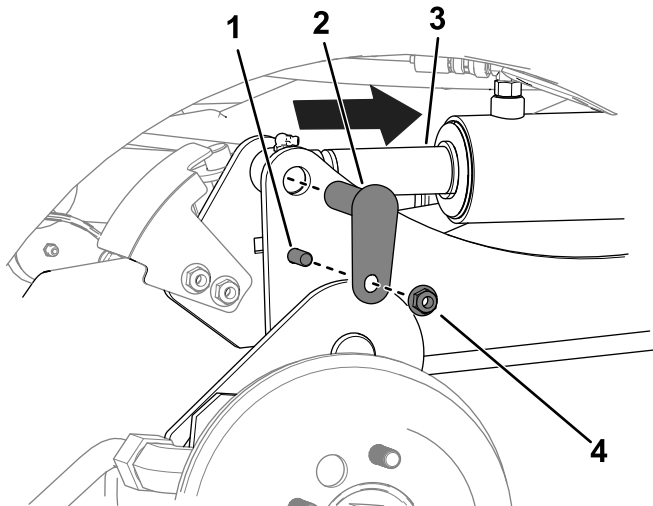

Bild 11
C. Verwenden Sie einen Austreiber, um die Löcher der Zylinderstange mit den Löchern des Hubarms auszurichten (Bild 11).
D. Verwenden Sie zwei Schrauben ( $\frac{3}{8}$ " x  $1\frac{1}{4}$ ""), zwei Muttern ( $\frac{3}{8}$ "") und zwei kleine Stifte, um die Hubarme an den Zylindern zu befestigen (Bild 11).